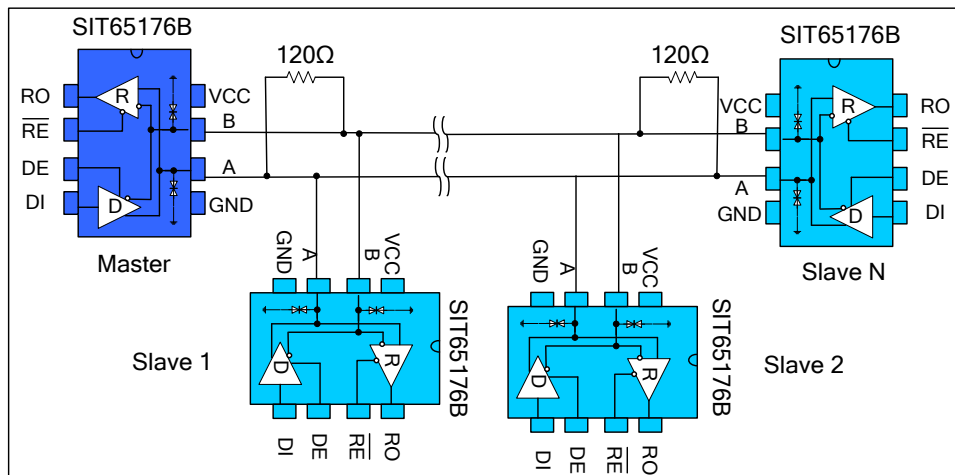

图 9 总线式 RS485 半双工通讯网络
3.1 总线式组网: SIT65176B RS485 收发器设计用于多点总线传输线上的双向数据通信。图 9 显示了典型网络应用电路。这些器件也能用作电缆长于 4000 英尺的线性转发器, 为减小反射, 应当在传输线两端以其特性阻抗进行终端匹配, 主干线以外的分支连线长度应尽可能短。